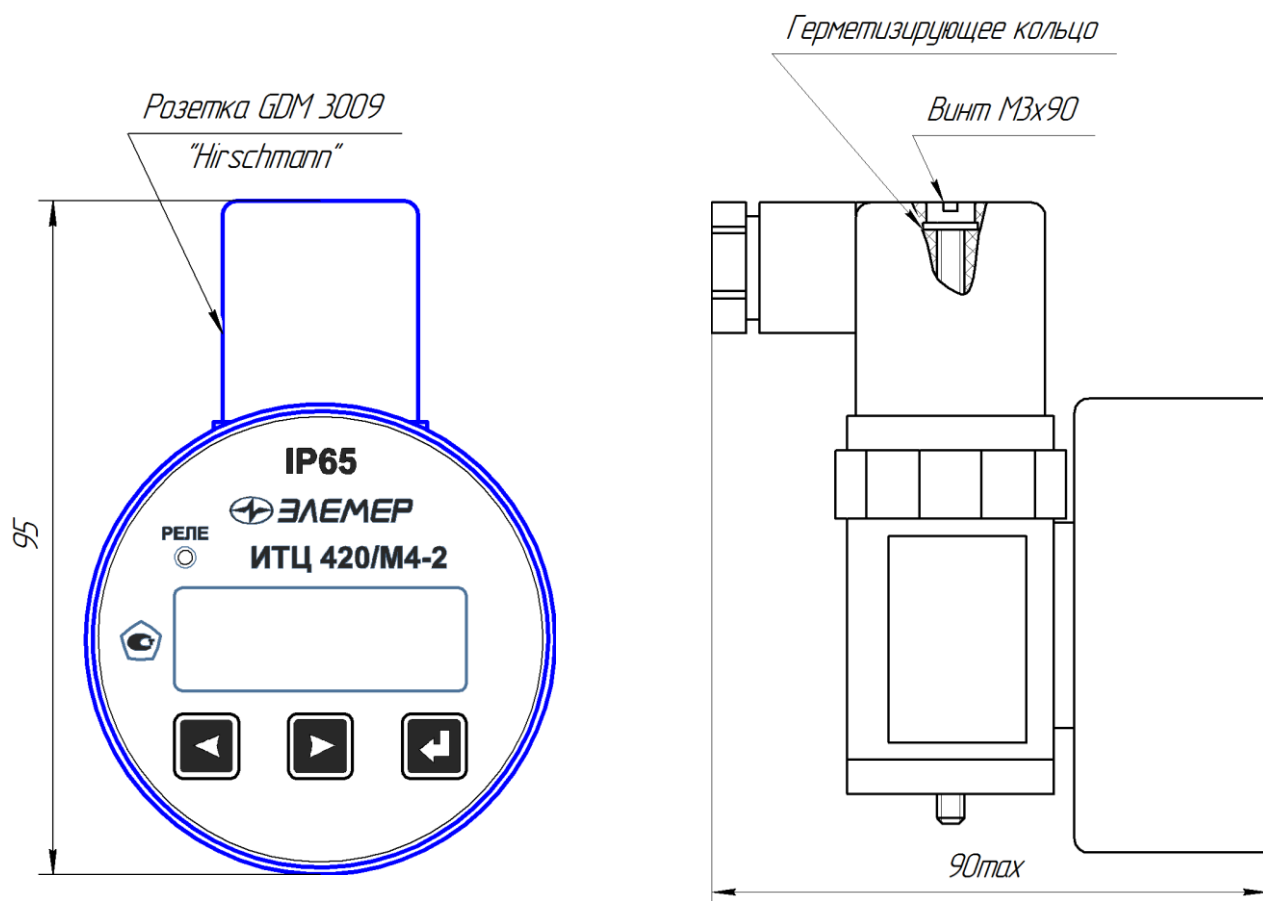

Рисунок 3.2
- крепление всех составляющих в единое целое винтом М3х90 с использованием герметизирующего резинового кольца (см. рисунок 3.2).